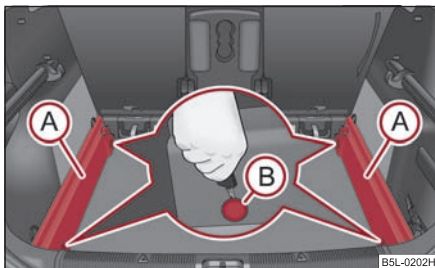

Fig. 107 Portbagajul: desprinderea punctelor de asigurare
- Slăbiți punctele de asigurare (B) ale șinelor, cu cheia, resp. cu o șurubelniță plată ⇒ fig. 107.